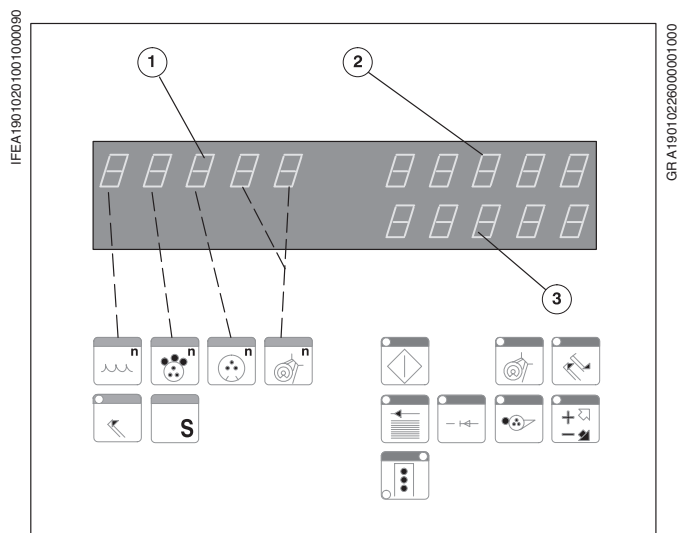

Рис. 15 Дисплей
Настройки с помощью кнопок предварительного набора индицируются в своем сегменте дисплея над соответствующими кнопками **для ПС 1 вместо Скорости** (Рис. 15/①) (пунктирные линии).
Предварительные настройки для **ПС 2** (только для QM 46-2) индицируются **вместо Остатка тиража** (Рис. 15/②).